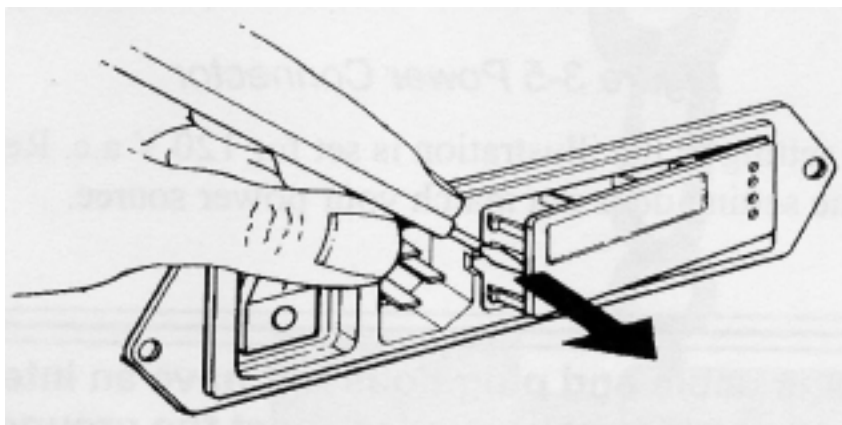

图 3-8 撬出保险丝座
1. 把小一字螺丝刀或探针插入接头的中间，撬出保险丝座。见图 3-8。